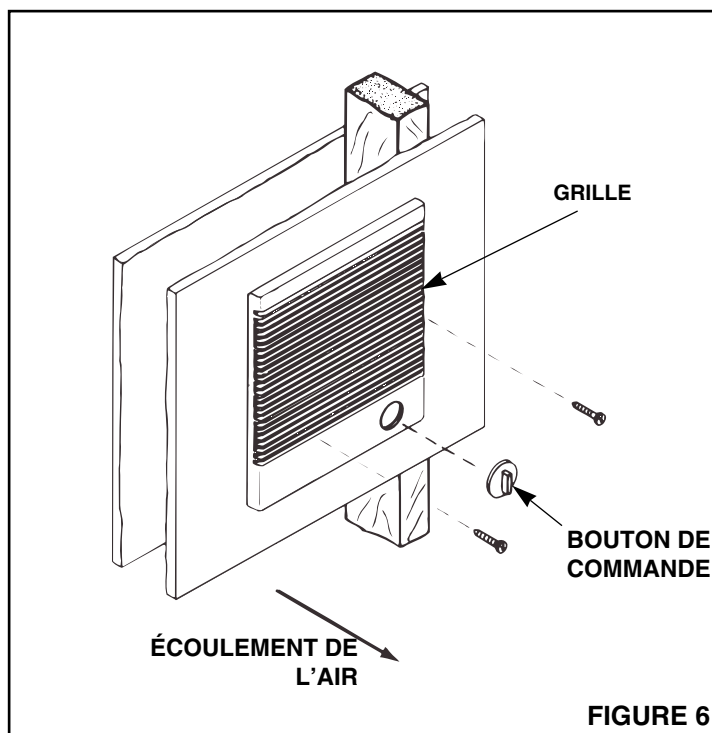

FIGURE 6
9. **Consulter la Figure 6.** Installer le moteur et le ventilateur, les grilles et le bouton de commande, comme indiqué à la section "Finition de l'installation".